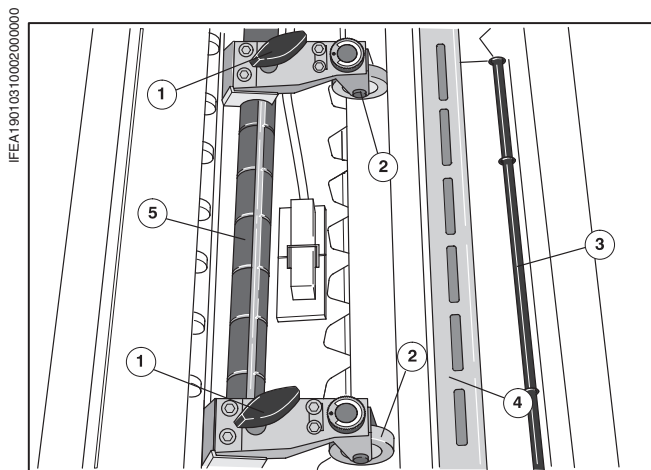

Рис. 11 Регулировка тактовых роликов
- ➊ Продвигать машину в толчковом режиме до тех пор, пока тактовые ролики (Рис. 11/➋) не опустятся на транспортировочный валик.
- ➋ Ослабить винт (Рис. 11/➌).
- ➌ Приподнять тактовый ролик (Рис. 11/➍) и передвинуть на оси (Рис. 11/➎) в соответствии с форматом
- ➎ Зафиксировать тактовые ролики при помощи винта (Рис. 11/➌) в защелкнутой позиции.